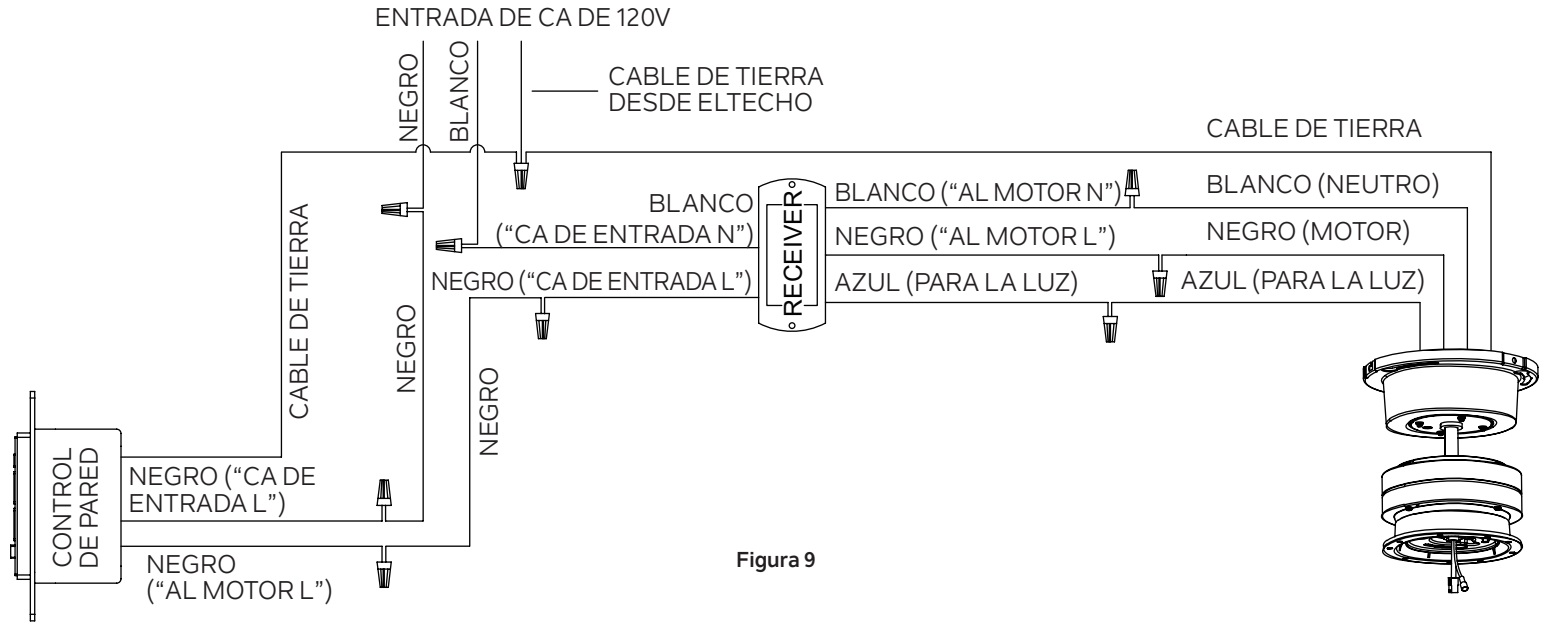

Figura 9
Paso 5. Fije todas las conexiones de cables con los conectores de cable de plástico provistos. (Figura 9)